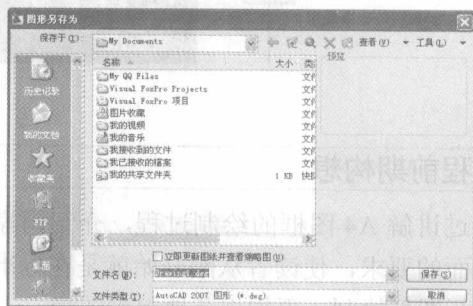

图 1-6 “图形另存为”对话框
Step 05 单击“标准”工具栏中的“保存”工具按钮,弹出“图形另存为”对话框,如图 1-6 所示。